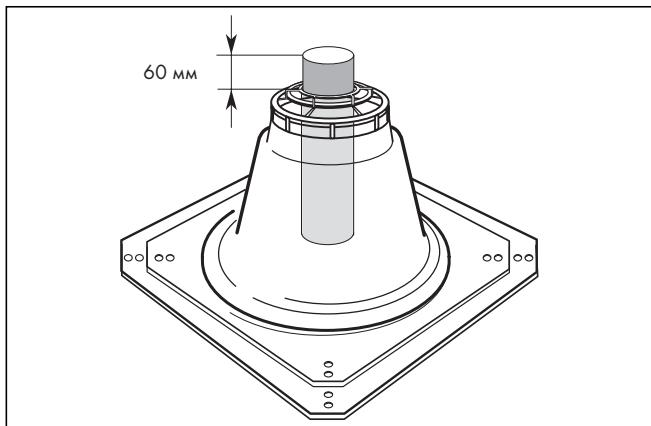

Рис. 4.26 Длина верхней трубы отвода ОГ
- Загерметизируйте край устья шахты силиконом (3).
- При необходимости Вы можете уменьшить основание шахтной насадки (2) (отпилить край).
- Закрепите основание шахтной насадки (2) четырьмя болтами на краю устья.
- Контроль: Над основанием насадки на шахту должно выступать 60 мм (→ **рис. 4.26**).
- Зажмите колпак шахтной насадки (1) над верхним концом жесткого отвода ОГ и сильно надавите.